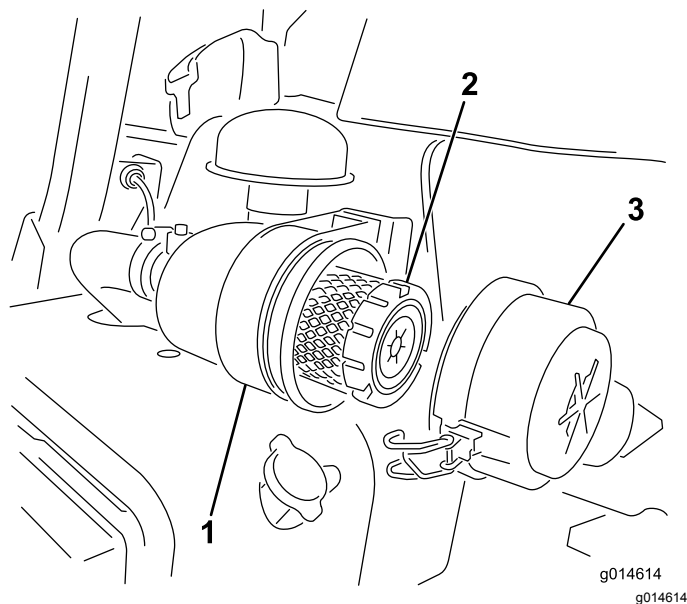

Figura 44
1. Rilasciate i fermi che fissano il coperchio del filtro dell'aria al relativo corpo (Figura 44).
6. Fissate i fermi (Figura 44).